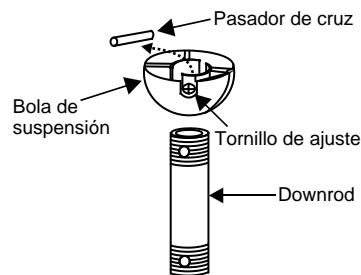

Fig. 7
Paso 5 Retire la bola de suspensión del conjunto de la varilla hacia abajo aflojando el tornillo de fijación, desenroscando y quitando el pasador transversal y desenroscando la bola de la barra. (Fig. 7)